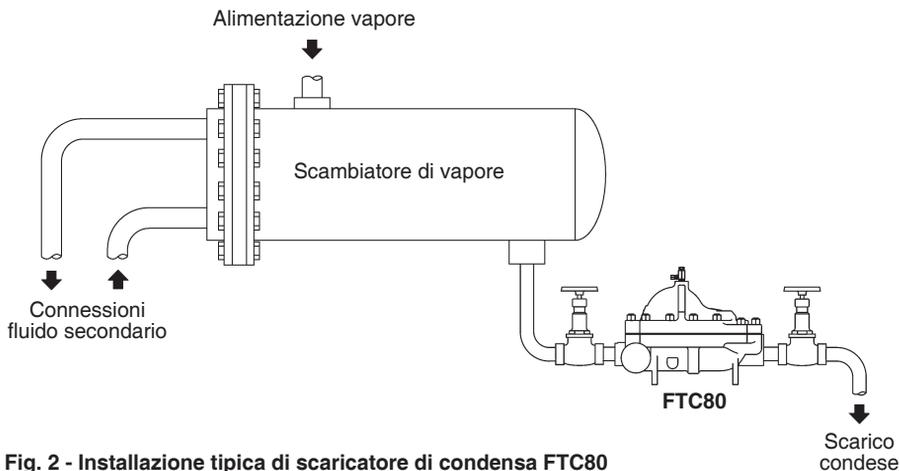

Fig. 2 - Installazione tipica di scaricatore di condensa FTC80
- 3.3** Determinare la corretta posizione di installazione e la direzione di flusso del fluido che è chiaramente marchiata sul coperchio dell'apparecchio. Uno schema tipico di installazione è riportato a fig. 2. Quando lo scaricatore di condensa venga collegato ad un sistema di ritorno in contropressione si dovrà prescrivere l'inserimento di una valvola di ritegno a valle dello scaricatore.
- 3.6** Lo scaricatore di condensa deve essere installato il più vicino possibile all'uscita della apparecchiatura o sistema da drenare altrimenti, soprattutto in presenza di percorsi orizzontali, si possono generare invasi di vapore che inducono allagamenti del sistema. Lo scaricatore sarà posizionato sotto l'uscita delle condense con un tratto di tubo in verticale, 150 - 300 mm, che faciliti la separazione della condensa dal vapore; riferirsi alla fig. 2. Compito della tubazione di discesa è quello di evitare che, ai bassi carichi, il vapore possa insinuarsi lungo il tratto orizzontale, passando al di sopra delle condense che fluiscono sul fondo del tubo, e raggiungere lo scaricatore ritardando il flusso di drenaggio.